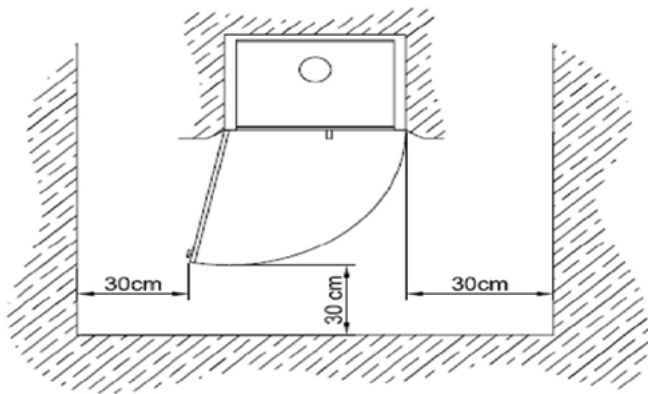

FIG. 10
- Mantenga alejado cualquier material combustible (muebles, cortinas, ropas, etc.), a una distancia mínima de seguridad de 0,90m. (Fig. 10)